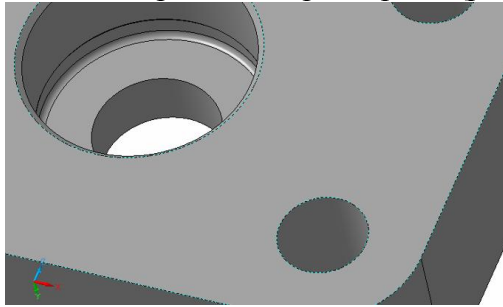

Рис. 3.25. Канавка для выхода резьбонарезного инструмента
4. Нажмите **ОК**. Система автоматически построит канавку (проточку) для выхода резьбонарезного инструмента со стандартными параметрами (рис. 3.25).